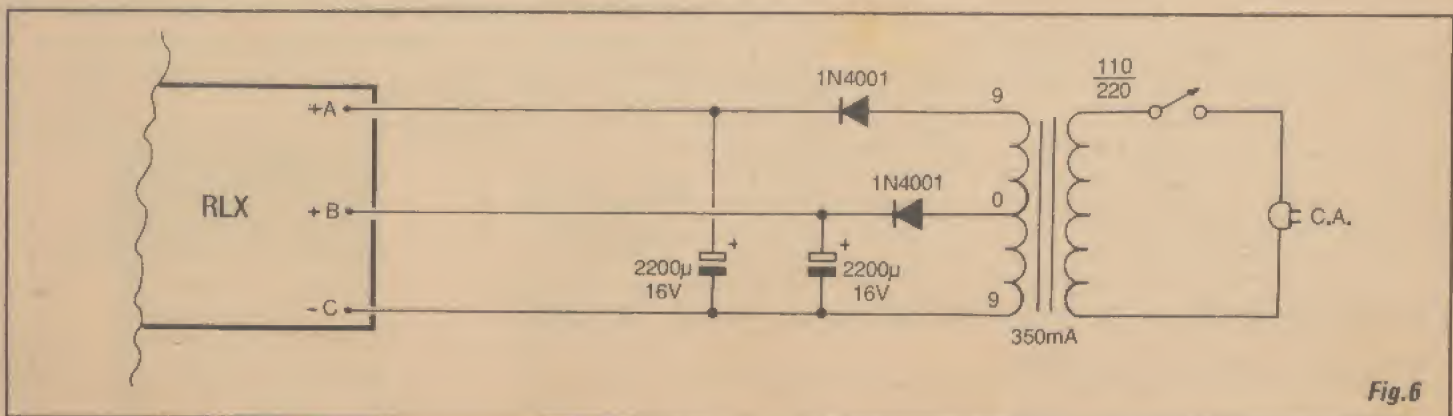

Fig. 6
- **FIG. 6 - DIAGRAMA DA FONTE OPCIONAL, PARA LIGAÇÃO À C.A.** - Um transformador com *primário* para a rede local (110 ou 220V) e *secundário* para 9-0-9V x 350mA, dois diodos 1N4001 e dois capacitores eletrolíticos de 2.200u x 16V, é tudo o que o leitor/hobbyista precisa para montar a fonte opcional (além, é claro, de algum *substrato* - uma plaquinha auxiliar, específica ou padronizada, de circuito impresso, ou ainda uma pequena *barra de terminais soldáveis*...), cujo *esqueminha* encontra-se na figura... Observar cuidadosamente a estrutura elétrica pouco convencional do arranjo, que tem *duas* saídas **positivas** independentes, sendo uma de 18V (ao ponto **+A** da placa...) e outra de